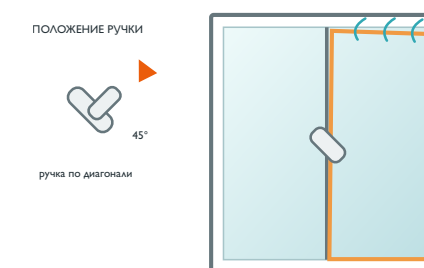

Рис. 3
- Для перевода створки в положение «Проветривание» (при наличии) ручку поворачивают из положения «Откинута» в положение «Проветривание» на 45° (см. Рис. 3). При этом створка окна (после небольшого поворота относительно нижней горизонтальной оси) фиксируется, будучи неплотно прижатой к раме окна сверху. Зазор между рамой окна и створкой (в верхней части) в данном режиме может составлять от 5 до 10 мм и регулируется небольшим поворотом ручки (щелевой режим).